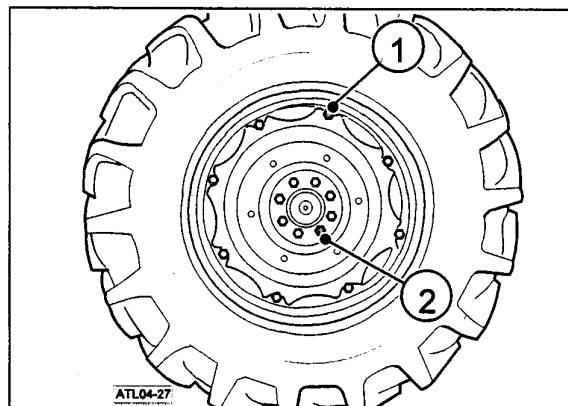

Fig.4-23
La vía trasera puede regularse cambiando la posición de fijación de la rueda al cubo del eje o cambiando la posición del disco como se indica en la tabla Fig. 4-23.
El par de apriete de los pernos y de las tuercas (1 - Fig. 4-23): de fijación llanta al disco 240 Nm (1) y fijación de la llanta al cubo rueda: 320 Nm (2). Controlar siempre la presión de los neumáticos.